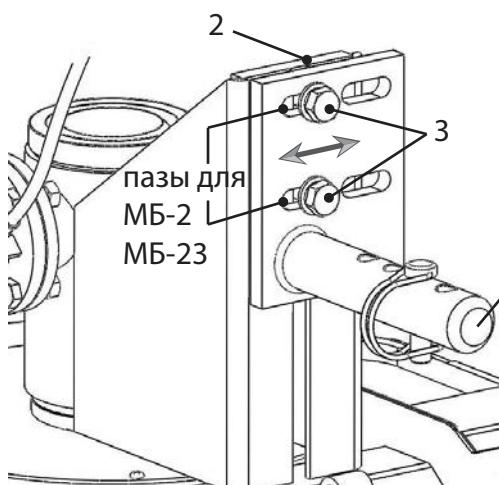
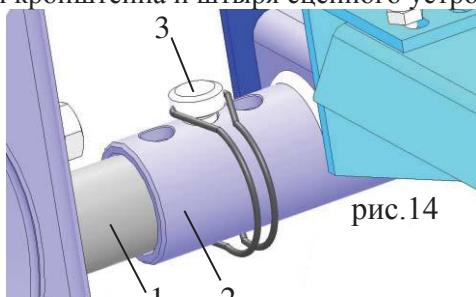

рис.12
рис.14
- состояние (износ) стопора кронштейна (рис.14).
6.5 Установить кронштейн сцепки (1) на роторную косилку с помощью планки (2) (с двумя отверстиями M10) и двух болтов M10 (3) через шайбы. Болты (3) закрутите “от руки” (рис.12;13):
- в верхнее положение для мотоблоков МБ-2, МБ-23 используя пазы, показанные на рис.12.
6. Установить косилку кронштейном (1) на штырь (2) мотоблока до совмещения отверстий кронштейна и штыря (рис.14). В отверстия вставить стопор (3) и защелкнуть скобу. При помощи пазов, отрегулируйте соосность шкивов (см. приложение 1) косилки и мотоблока. Окончательно закрутите болты (7) ключом (рис.12;13). Отрегулируйте натяжение ремня. Варианты совмещения отверстий кронштейна и штыря сцепного устройства для регулировки натяжения ремня приведены в приложении 3.